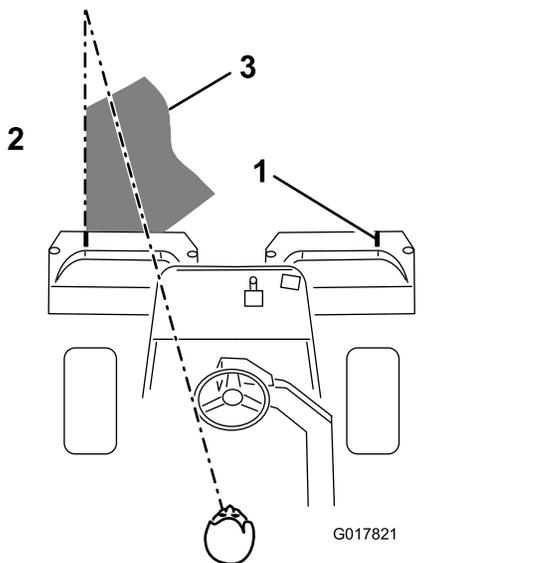

Рисунок 41
- При каждом последующем проходе перекрытие предыдущего прохода должно быть минимальным. Чтобы машина всегда двигалась по газону строго по прямой с сохранением интервалов от края предыдущей скошенной полосы, создайте воображаемый ориентир 1,8-3 м перед машиной на краю нескошенной части газона (Рисунок 41). Некоторым операторам удобно использовать как часть ориентира наружный край рулевого колеса, т.е. удерживать край рулевого колеса совмещенным с точкой, которая всегда находится на одном и том же расстоянии от переднего края машины (Рисунок 41).